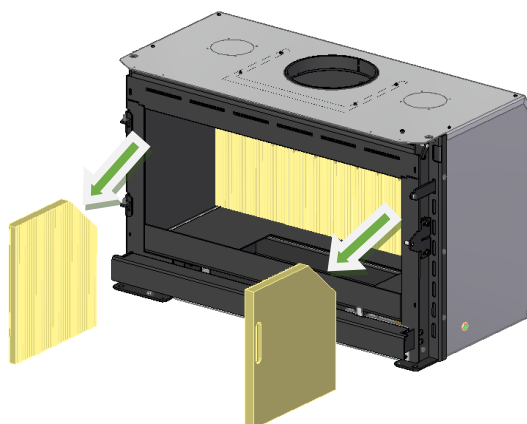

Figura 40 – Retirada de los laterales de vermiculita del equipo
3. Retire las 2 piezas de los lados, moviéndolas hacia el centro del equipo y de vuelta al exterior del equipo, Figura 40.